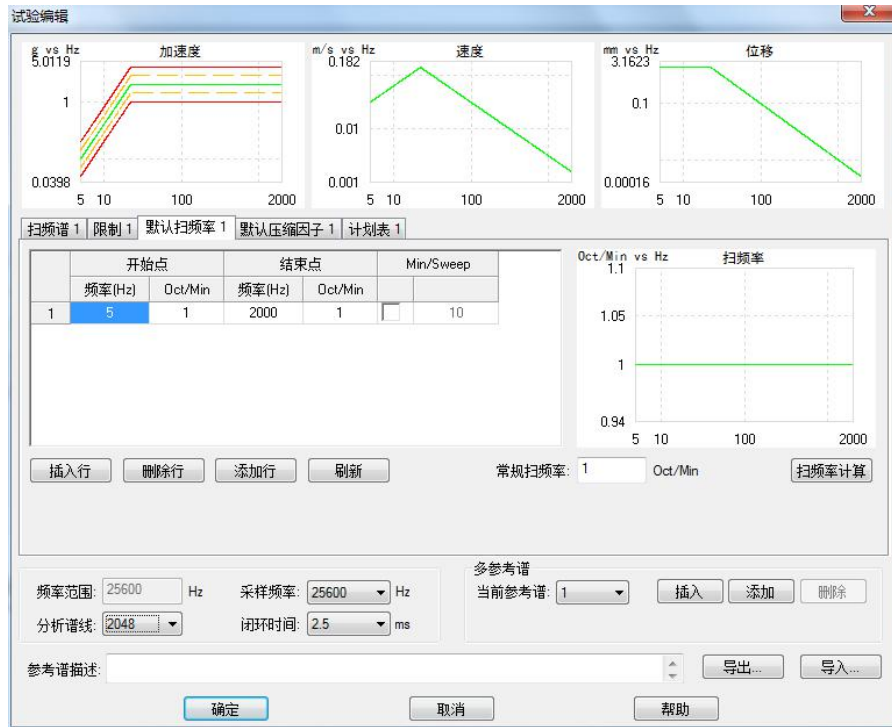

图 11-9
(6) 在“试验编辑”对话框中，选择“扫频率 1”选项，设置扫频速率，如图 11-9 所示。本案例中扫频速率设置为 1Oct/Min。